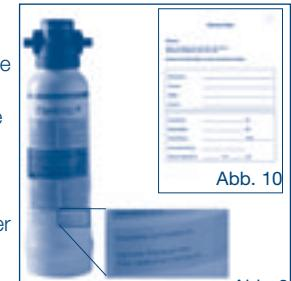

Abb. 9
2. Vor der Installation der Filterkerze das Datum der Installation sowie das Austauschdatum (spätestens nach 12 Monaten) auf das Typenschild des Filters schreiben (siehe Abb. 9) oder vor der Installation der Filterkerze den optional erhältlichen Service-Pass (siehe Abb. 10) vollständig ausfüllen und mit dem Kabelbinder am Filterkopf fixieren.